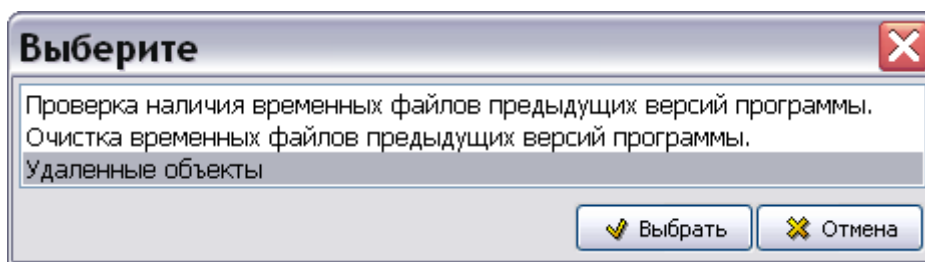

Рис. 4.7
3. В окне **Выберите** выделите пункт «Удаленные объекты» (Рис. 4.7).